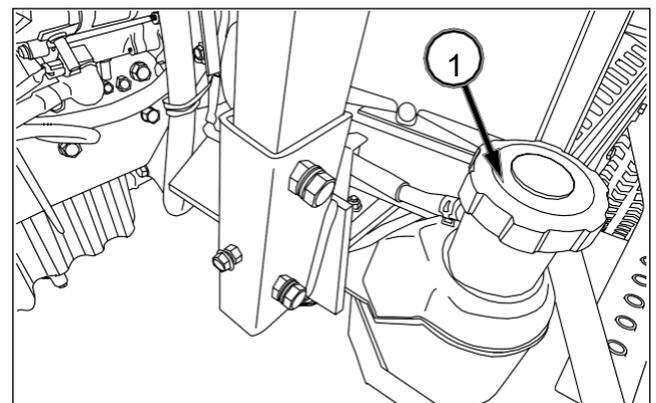

FIG. 220
FIG. 220: Al retirar el tapón de llenado del depósito de carburante (1), quizá escuche un silbido o un ruido seco. Este ruido, debido al diseño del tapón, es normal. No modifique el tapón ni utilice un tapón no homologado. Esto podría conllevar una fuga de carburante en caso de vuelco del tractor.